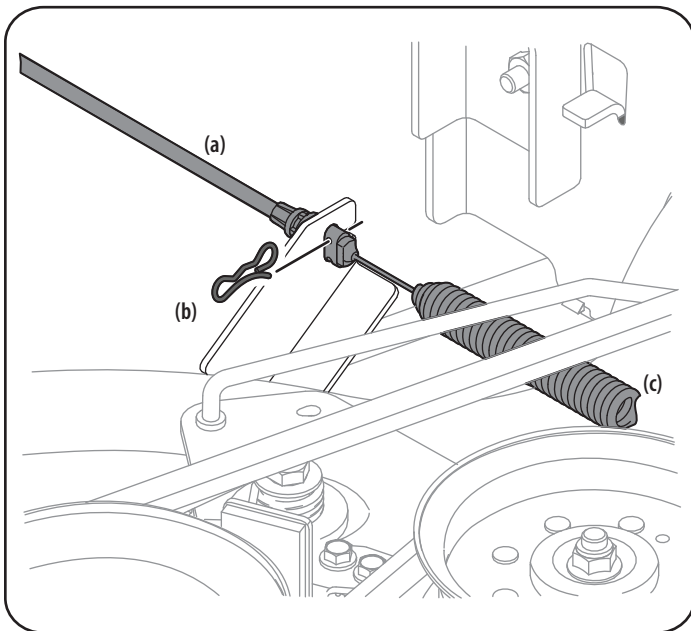

Figura 29
- Extraiga con cuidado el cable de la PTO (a) de la parte posterior de la plataforma de corte retirando el clip curvo que lo sujeta. Retire el resorte (c) del soporte de polea loca de la plataforma. Consulte la Figura 29.